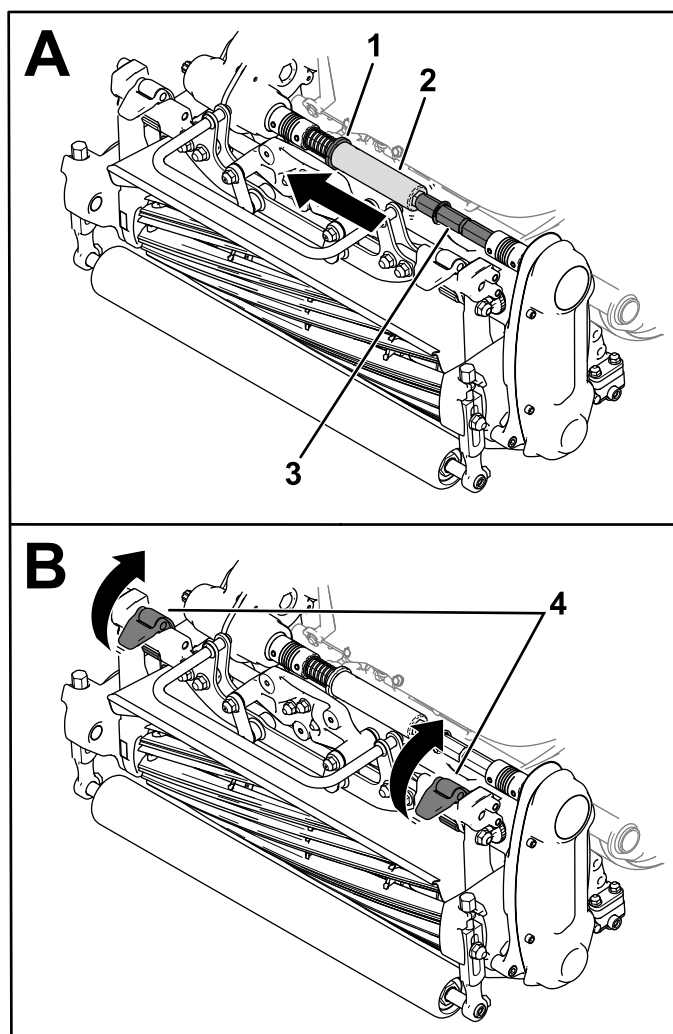

Рисунок 39
3. Введите обойму (Рисунок 39) в канавку вала трансмиссии.
4. Отведите трубку с внутренним шестигранником от соединительного вала режущего блока (Рисунок 39).
5. Переведите защелки подвески вверх, чтобы освободить режущий блок от машины (Рисунок 39).